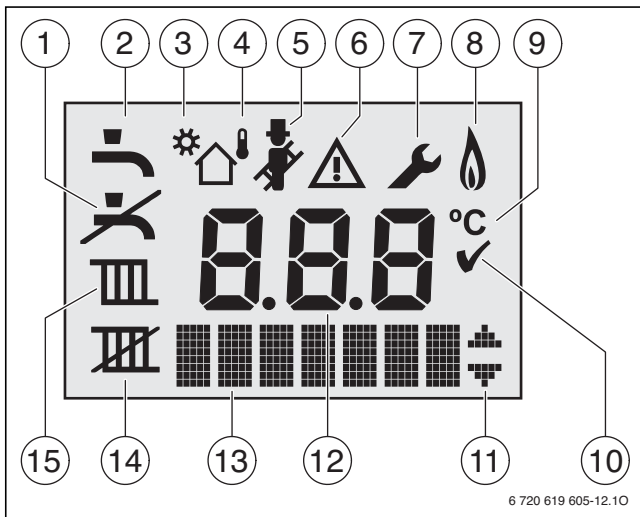

Fig. 25 Indicazioni sul display del dispositivo di controllo base Logamatic BC100/BC25
- [4] Display (→ fig. 25)
- Visualizzazione LED «Indicazione bruciatore acceso» (→ fig. 25, pos. 8)
- Tasto «Assistenza» per la commutazione del display alla schermata delle informazioni di servizio (→ fig. 25, Pos. 11)